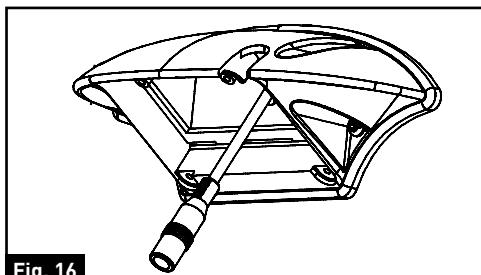

Fig. 16
- Extraiga el cable de alimentación de la cámara, dejando aproximadamente 5,08 cm (2 pulgadas) de holgura. (Fig. 16)